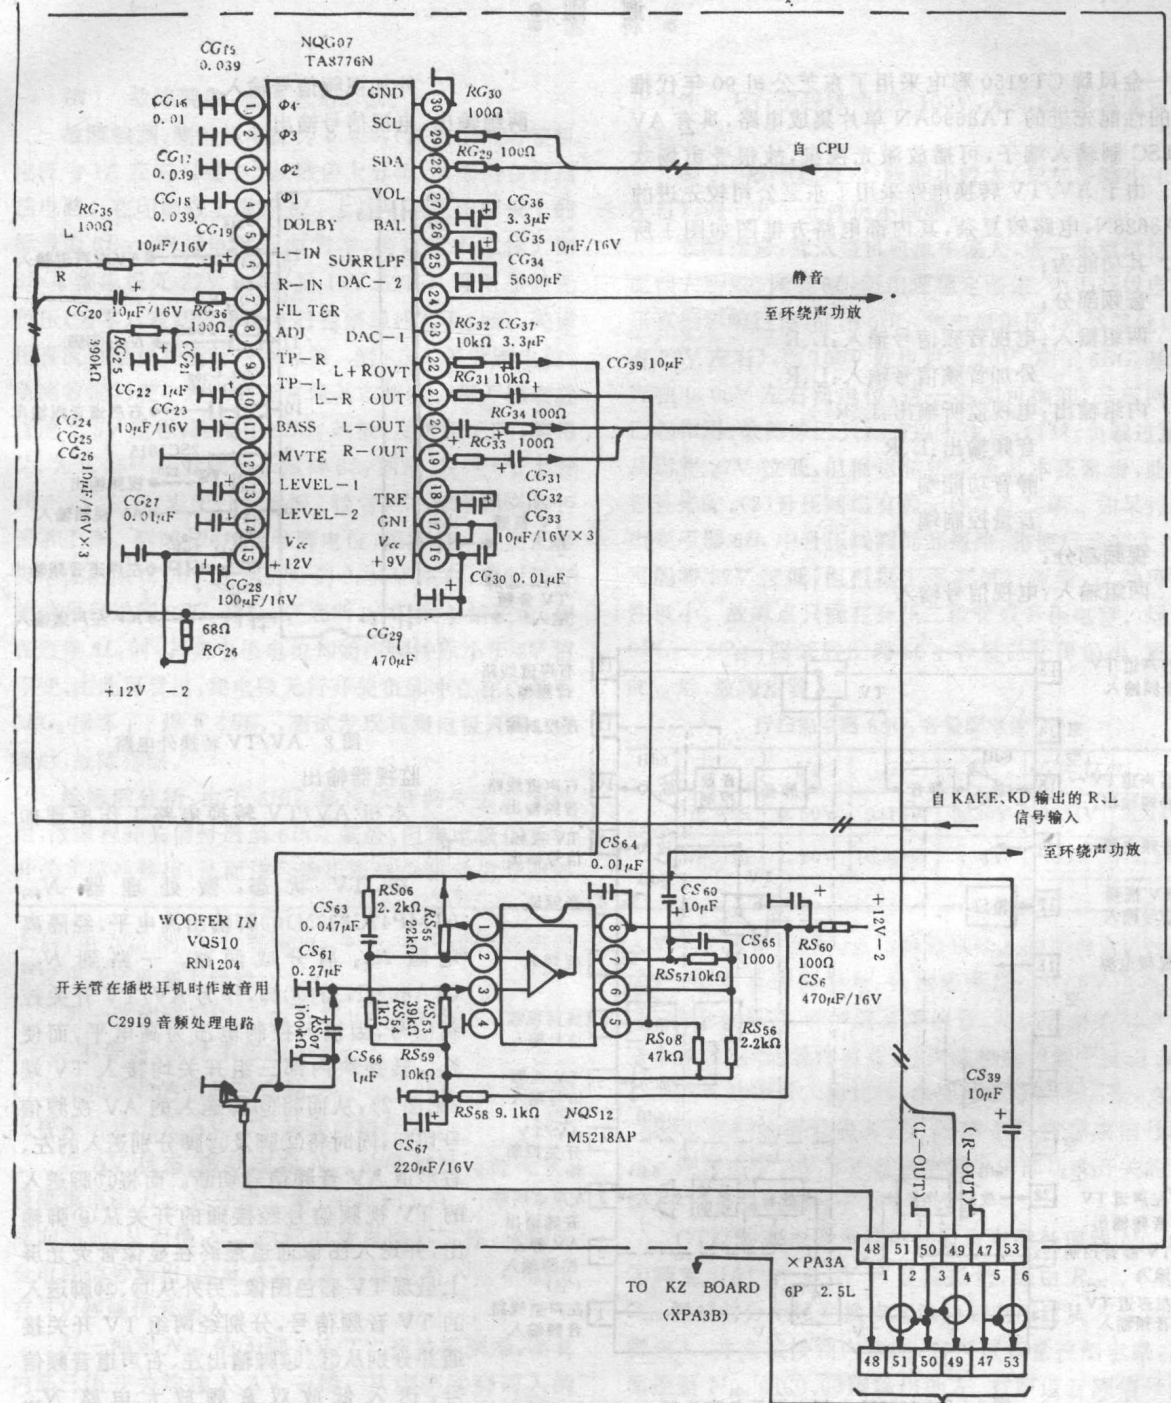

图 12 C2919 音频处理电路
如图12,KA板输出的R信号加到NQG07⑦脚,L信号加到⑥脚,经内部加法电路得到L+R信号,经音量控制后作为重低音信号从②脚输出,进入有源滤波器NQS12的③脚,取出200Hz以下的重低音从①脚输出并经插件加到三路功放NQ60的重低音功放输入端⑤脚,放大后从⑭脚输出,并经插件进入BT板XPA4A④、⑤脚至XP665①、③脚至“火箭炮”扬声器系统W665发出重低音。同时KA板输出的R、L信号,在NQG07内相减,得到环绕声信号从②脚输出,加到NQS12的⑤脚,放大后从⑦脚输出,再经 RS_{03} 分为两路加到环绕声功放NQS1的②脚,另一路加到NQS1的④脚从②脚输入的信号作为R路信号从④脚输入的则作L路信号,分别经 CS_{07} 、 CS_{09} 加到插件XP624③、②脚至BT板,XP62B③、②脚至外接环绕声扬声器接线端XPH03,激励环绕声扬声器发音。NQS01信号输入电路中并接的开关管在插拔耳机或AV/TV转换时作静音使用。在NQG07内,R、L信号经高低音控制、音量控制和平衡控制后,R信号从⑱脚输出,L信号从⑲脚输出,R信号经 RG_{33} 、 CG_{32} ,L信号经 RG_{34} 、 CG_{33} ,分别加到插件XPA3A④脚和②脚至KZ板XPA3B④脚和②脚至XPA6B⑤脚和①脚至DY板XPA6A⑤脚和①脚,XPA6A⑤脚输入的R信号经 R_{670} 、 C_{673} 加到NQ601(TA8218AH)输出端②脚,XPA6A①脚输入的L信号经 R_{685} 、 C_{681} 加到NQ60功放块的⑥脚,经功放后,R信号从⑰脚输出,L信号从⑱脚输出,R信号经 C_{687} 、L信号经 C_{683} 分别加到XPA5A③脚和①脚,至KX板XPA5B③脚和①脚,至立体声耳机插口XP661,至XPA4B③脚和①脚,至BT